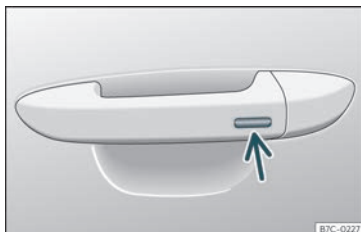

Fig. 86 Manípulo da porta: superfície sensora.
- Mantenha um dedo durante alguns segundos sobre a superfície sensora de bloqueio >>> Fig. 86 (seta) do manípulo da porta para fechar o teto. Se deixar de tocar na superfície sensora, interrompe a função de fecho.